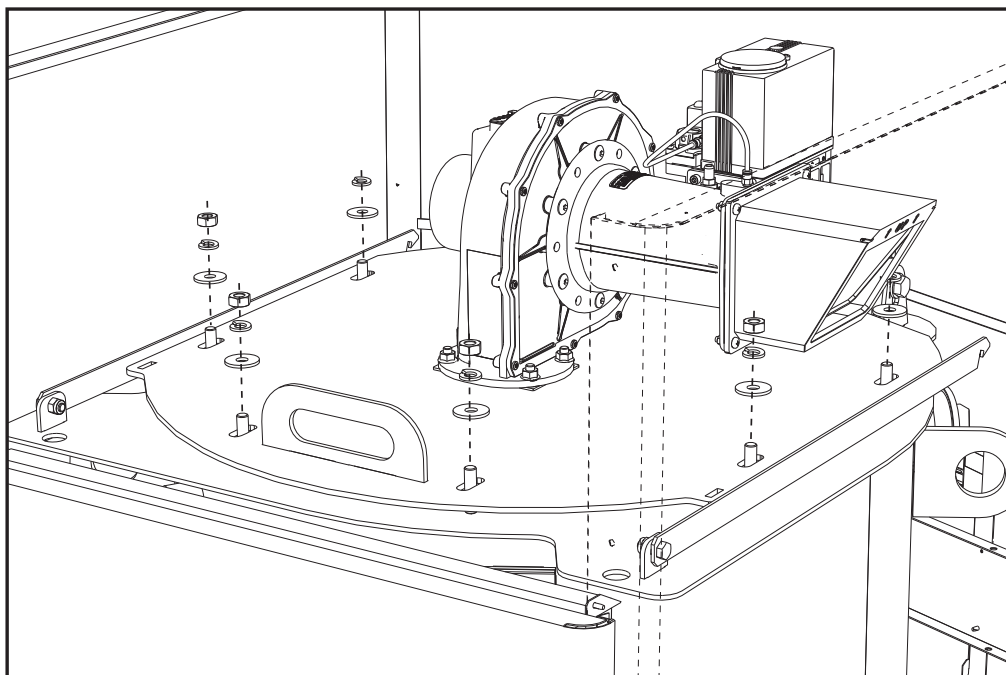

fig. 66
- Togliere i dadi e rondelle (fig. 66).